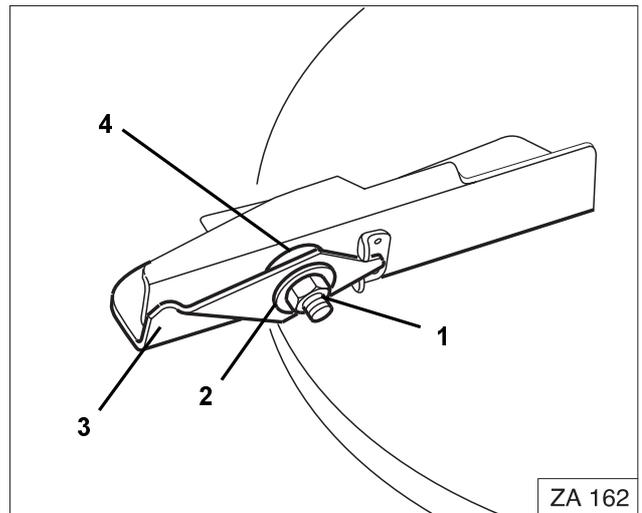

Fig. 53
- Selbstsichernde Mutter (Fig. 53/1) entfernen.
- Tellerfedern (Fig. 53/2) abnehmen.
- Schwenkflügel (Fig. 53/3) auswechseln.
- Kunststoffscheibe (Fig. 53/4) gegebenenfalls erneuern.
- Tellerfedern (Fig. 53/2) wechselsinnig aufeinander-schichten (nicht stapeln).
- Selbstsichernde Messingmutter (Fig. 53/1) mit einem Drehmoment von 6 - 7 Nm anziehen, so daß der Schwenkflügel noch von Hand verschwenkbar ist, aber im Einsatz nicht selbständig nach oben schwenkt.